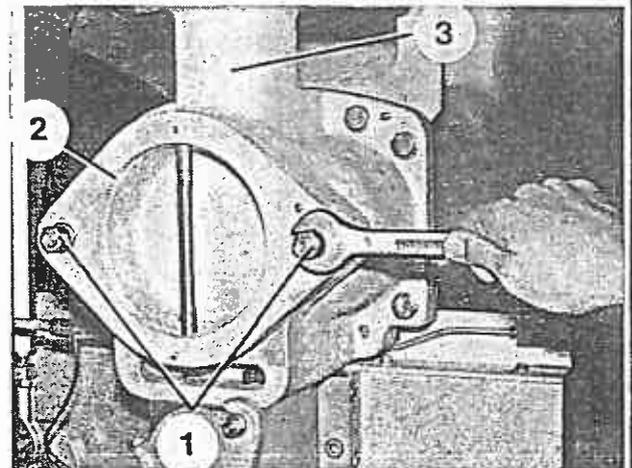

Bild 121.2
1. Sechskantmuttern (Bild 121.2/1) abschrauben, Verschlußdeckel (Bild 121.2/2) vom Zwischengehäuse (Bild 121.2/3) abziehen und Produktreste entfernen.